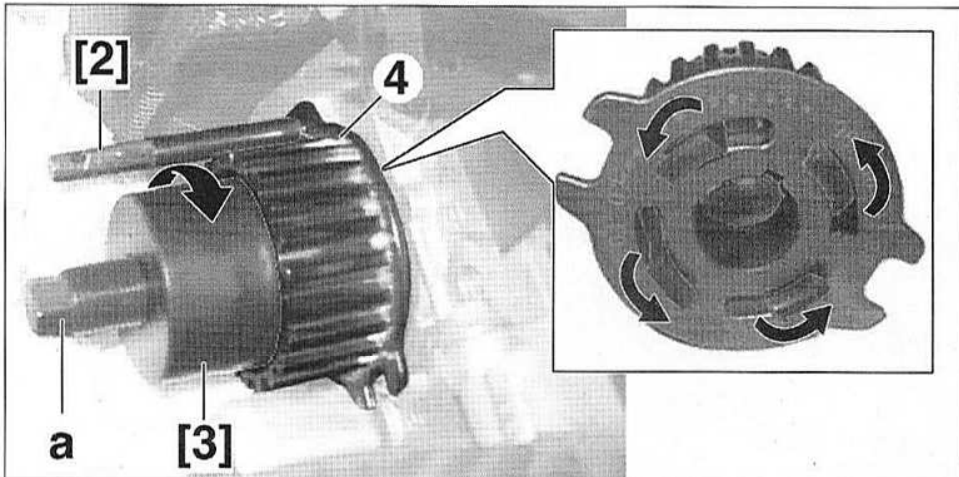

FIG.37
- Mettre en place l'outil [3] dans les gorges du pignon (Fig.37).
- le pignon (4) en serrant la vis (a) de l'outil [3],